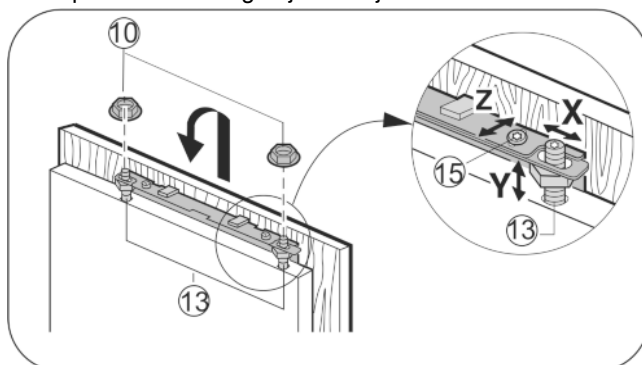

Fig. 27
- ▶ Vrata kuhinjskog elementa objesite na svornjake za podešavanje Fig. 27 (13), a protumalice Fig. 27 (10) labavo navrnite na svornjake za podešavanje.
- ▶ Poravnajte vrata namještaja u visinu Y i prema bočnom nagibu: Podesite svornjake za podešavanje Fig. 27 (13) pomoću odvijača.
- ▶ Stegnite protumalice Fig. 27 (10).